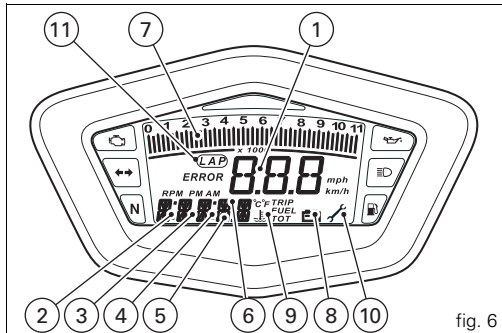

fig. 6
10) **Service warning** (fig. 6).
11) **LAP /USB function** (fig. 6).